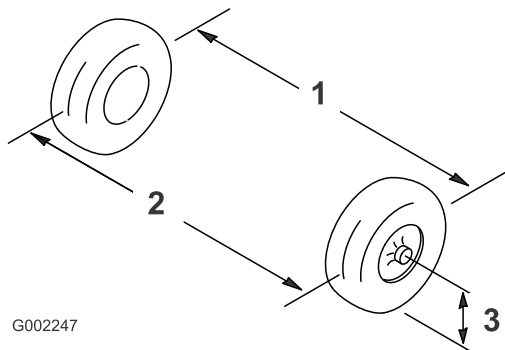

Рисунок 84
2. Измерьте расстояние между обеими передними шинами на уровне моста, с передней и задней стороны передних шин (Рисунок 84).